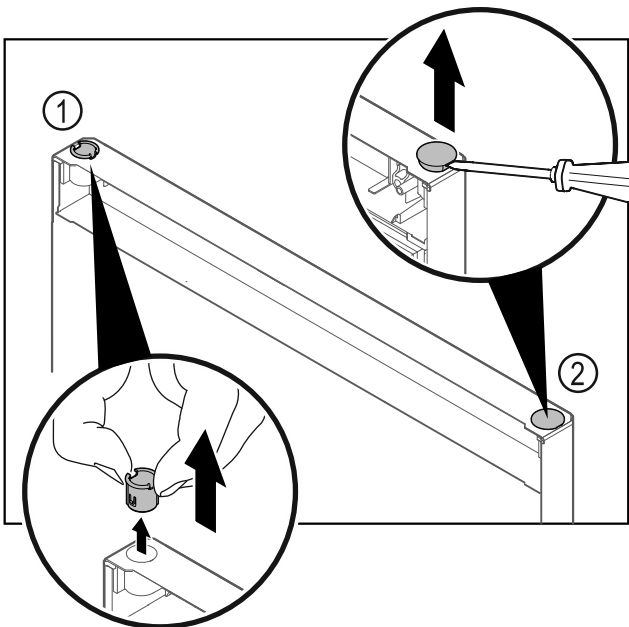

Fig. 16
- Scharnierbuchse Fig. 16 (1) mit den Fingern herausziehen.
- Abdeckstopfen Fig. 16 (2) vorsichtig mit einem Schlitzschraubendreher anheben und herausziehen.